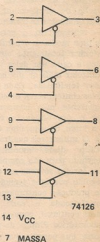

FIG. 6 — Função dos pinos do C. I. 74126.
Caso o leitor deseje "se desilustrar", recomendamos tentar a implementação das portas lógicas e do FF com o C.I. 74126, que tem a mesma função de pinos (Fig. 6), cuja única diferença com relação ao anterior é na entrada de controle (C): o terceiro estado acontecerá com C "baixo". O experimentador notará que esta pequena diferença criará facilidades para certas portas lógicas, e dificuldades para outras, no que se refere à implementação.